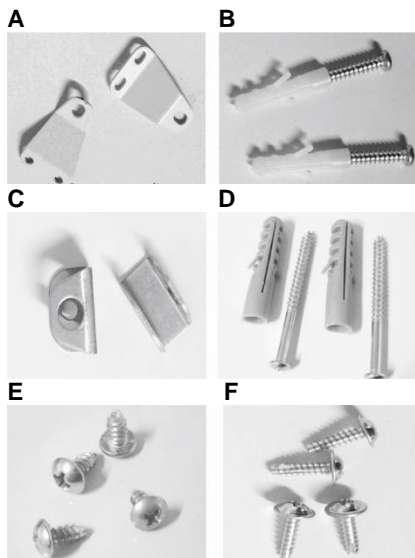
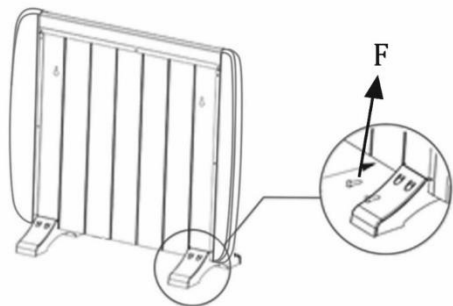

Рис. 3 Крепежный набор для настенного и напольного монтажа
Рис. 4 Установка опор с шасси
5. В просверленные отверстия вставьте дюбели (D, Рис. 3) и закрепите скобы (С, Рис. 3) с помощью саморезов (D, Рис. 3).
6. К задней части нижней конвектора прикрепите одну или две (в зависимости от модели) скобы (А, Рис. 3) с помощью двух саморезов (Е, Рис. 3) на каждую скобу.
7. Подвесьте конвектор на две скобы (С, Рис. 3) на стене.
8. Когда конвектор расположен на стене, поставьте метку для крепления двух или одной, в зависимости от модели, скоб (А, Рис. 3).
10. Подвесьте конвектор на две скобы (С, Рис. 3) на стене и закрепите нижние скобы (А, Рис. 3) с помощью саморезов (В, Рис. 3).
2. Прикрутите две опоры с шасси к нижней задней части нагревателя четырьмя прилагаемыми винтами (F, Рис. 3), по 2 винта на каждую опору (Рис. 4).